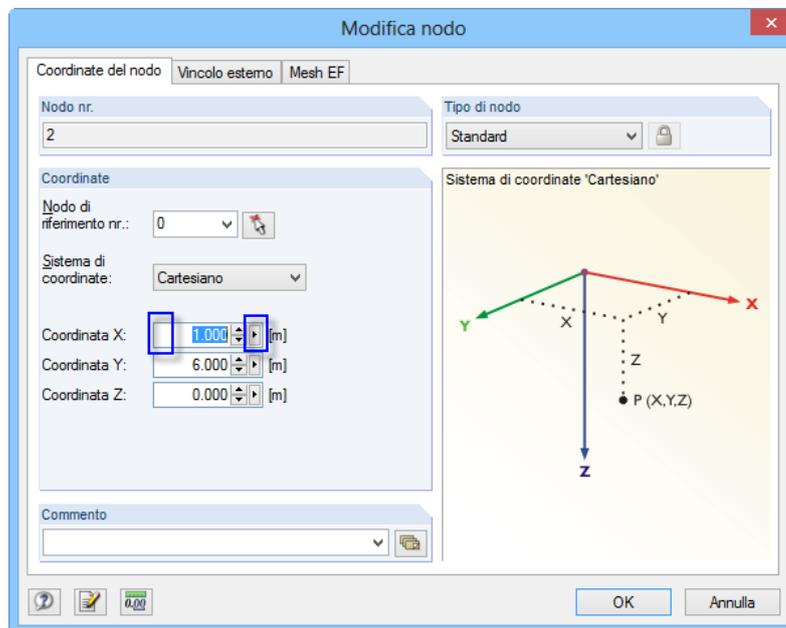

Figura 11.139: Finestra di dialogo con la formula collegata e il pulsante della funzione
- utilizzare i pulsanti funzione dei campi di immissione nelle finestre di dialogo (si veda figura 11.139).